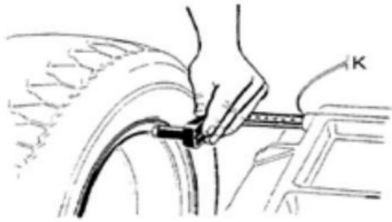

Fig.1
- définir la valeur « a » : déplacer la jauge en position de mesure comme illustré à la Fig.1, maintenir la jauge reste en position pendant environ 4 secondes, la mémorisation est réussie donné, puis remettez la jauge en position 0. (La valeur mesurée en mode automatique